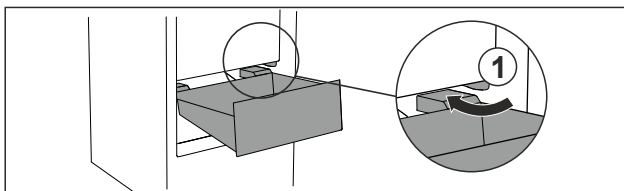

Fig. 27
- ▶ Обвести висувний ящик навскіс навколо стопора Fig. 27 (1).